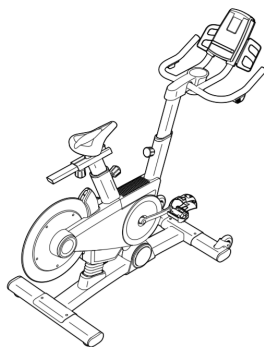

Figura 3.2: Boceto de bicicleta estática.
- **Bicicleta estática (Figura 3.2):** Inspección y apriete regular de todas las piezas de la máquina. Reemplazo de cualquier pieza gastada. Para la limpieza usaremos un paño húmedo con una pequeña cantidad